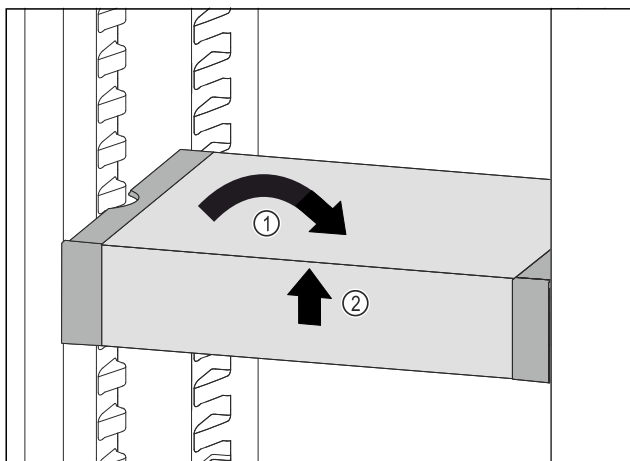

Fig. 123
- ▶ VarioSafe ustawić prosto. Fig. 123 (1)
- ▶ VarioSafe unieść z przodu. Fig. 123 (2)